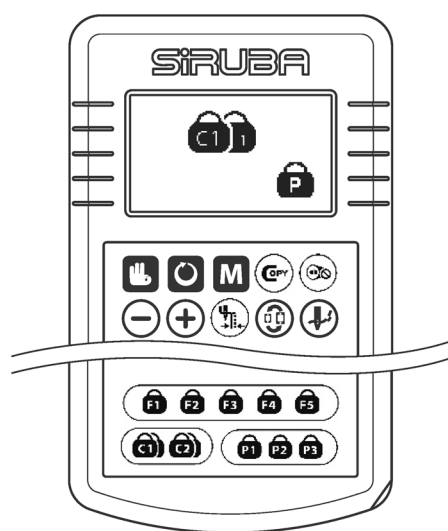

Fig.48 / Fig.48
1. Registre a combinação cíclica (Fig. 48)